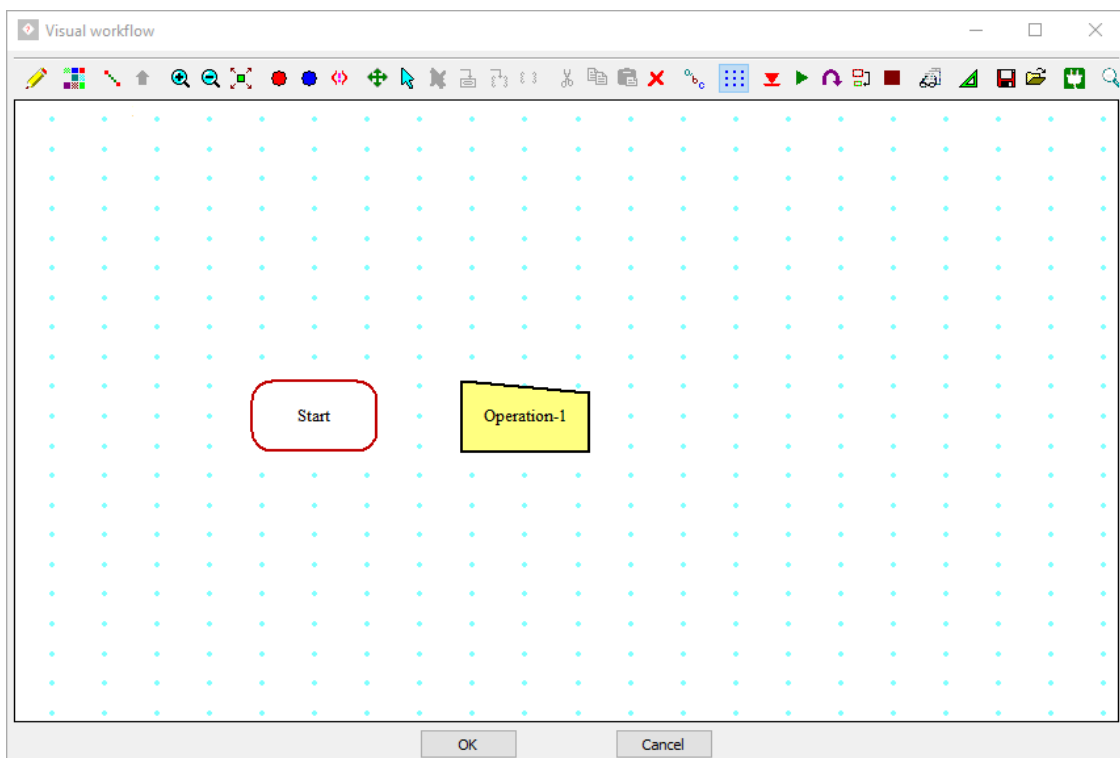

Рисунок 11: Візуальний редактор робочого процесу після створення *Operation-1*.
35. У візуальному редакторі робочого процесу клацніть лівою кнопкою миші праворуч від елемента «Пуск». У вікні з'явиться пункт операції (рис. 11).